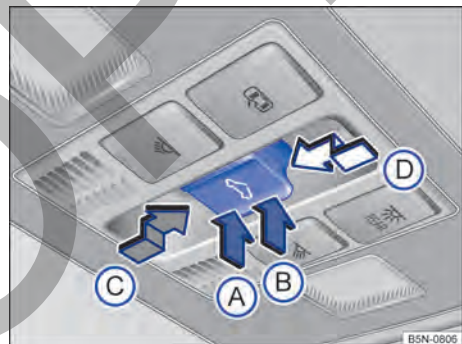

Fig. 68 En el revestimiento interior del techo: tecla del techo de cristal.
- **Ajustar la posición deflectora:** Pulse la tecla por la zona → fig. 68 **(B)** hasta el primer nivel. Función automática: Pulse la tecla por la zona **(B)** hasta el segundo nivel.